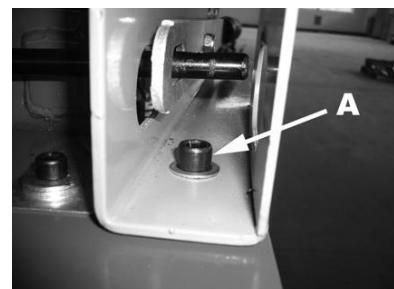

Fig.2
4.2.1- Montage des bras de commande (Fig.2)
- Faire traverser la tige d'immobilisation (A).